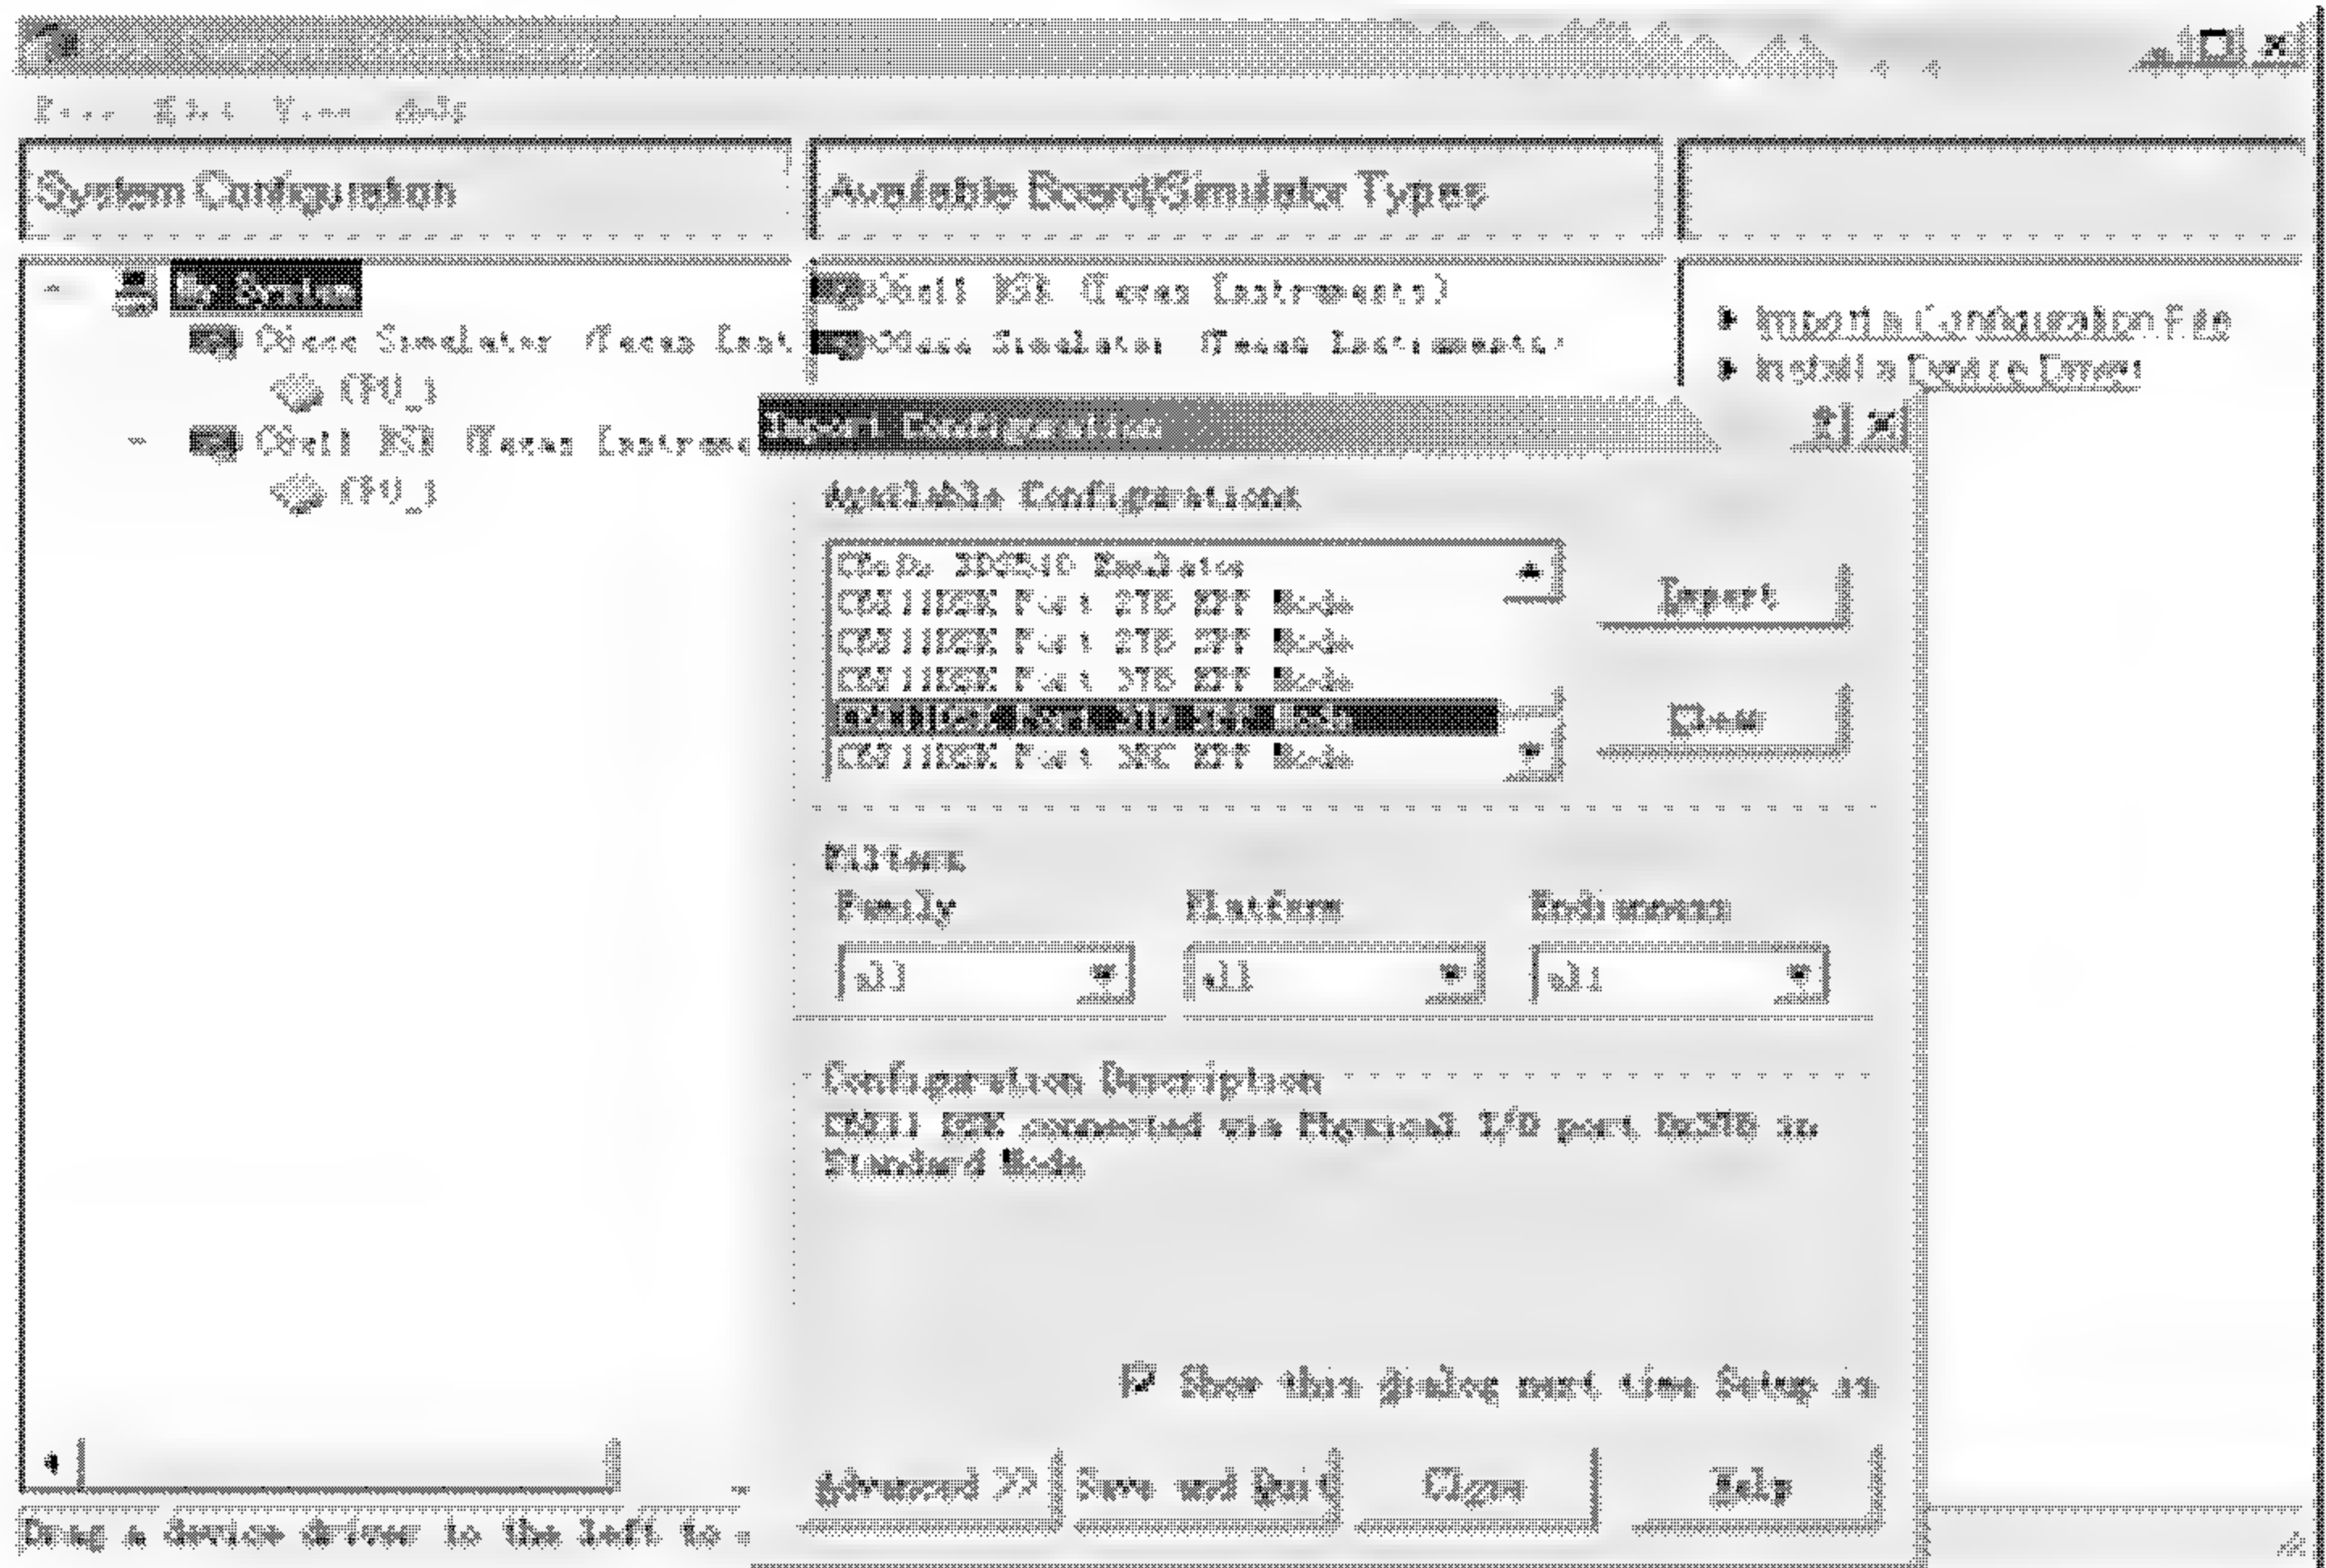

图 3.3 CCS 配置窗口
(1) 双击桌面上的 Setup CCS 图标(或从 Start 菜单中选择)，打开 CCS 配置窗口，如图 3.3 所示。
(2) 选择 File→Import, 打开 Import Configuration 对话框。此对话框的 Available Configurations 列表中列出了 CCS 提供的所有标准配置。
(3) 点击 Import Configuration 对话框的 Clear 按钮, 清除掉先前定义的配置文件, 在弹出的确认对话框中点击 Yes, 确认删除先前定义的配置文件。
(4) 在 Import Configuration 对话框的 Available Configurations 列表中选择满足用户系统的标准配置文件, 在对话框的 Configuration Description 区域会显示对所选配置文件的描述。例如图 3.3 的 Import Configurations 对话框中选择了 C6X11DSK Port 378 SPP Mode 标准配置。